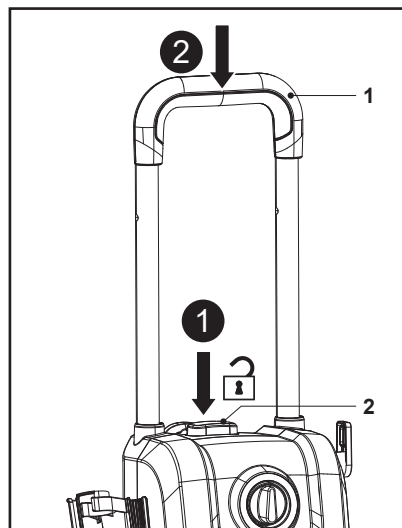

Fig. 14
2. Appuyer sur le bouton de verrouillage de la poignée (2) et le maintenir enfoncé, puis appuyer sur la poignée de transport (1) pour la rétracter (Fig. 14).